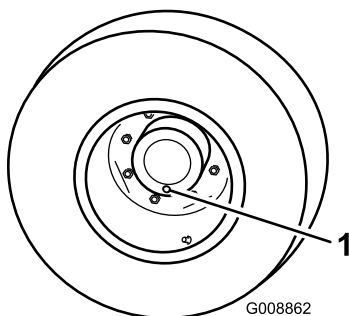

Figura 61
1. Coloque a máquina numa superfície nivelada, posicione uma roda de forma a que um dos tampões de verificação se encontre na sua posição mais baixa (6 horas) (Figura 61).